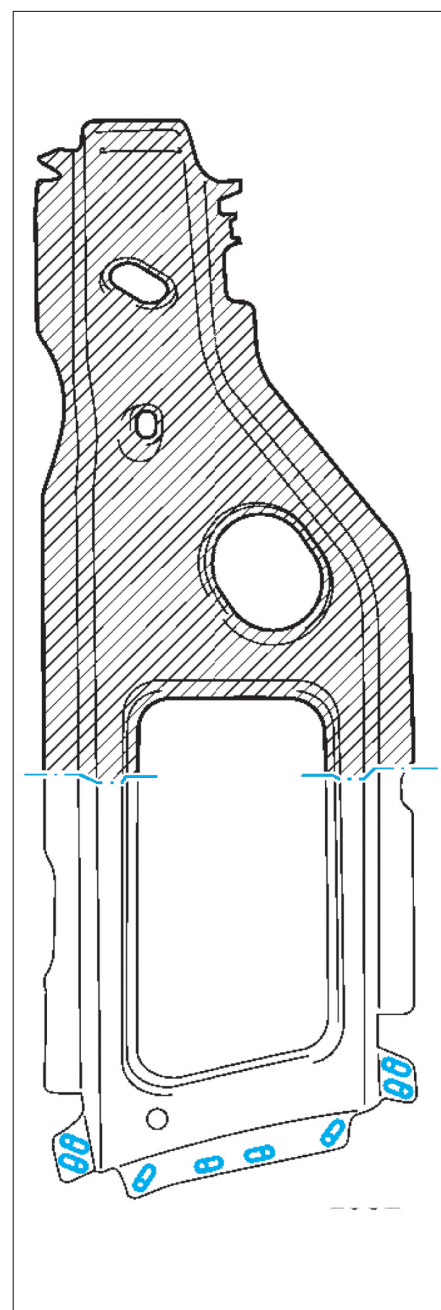

FIG. 97
• Découper le renfort de la doublure d'aile arrière neuve à la bonne dimension puis effectuer des trous oblongs de 8 x 20 mm (Fig.97).